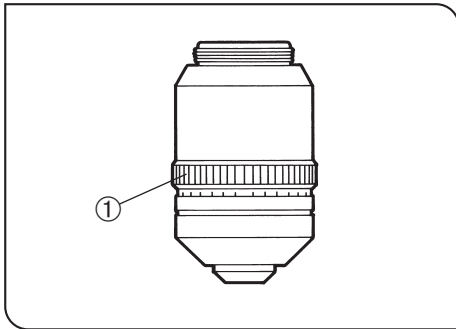

図 44
- ・カバーガラスの厚みがわかっている場合は、補正環①をその目盛りに合わせてください。(図44)
- ・カバーガラスの厚みがわからないときは、補正環①と微動ハンドルを交互に動かし、コントラストが最良の位置をさがして使用してください。